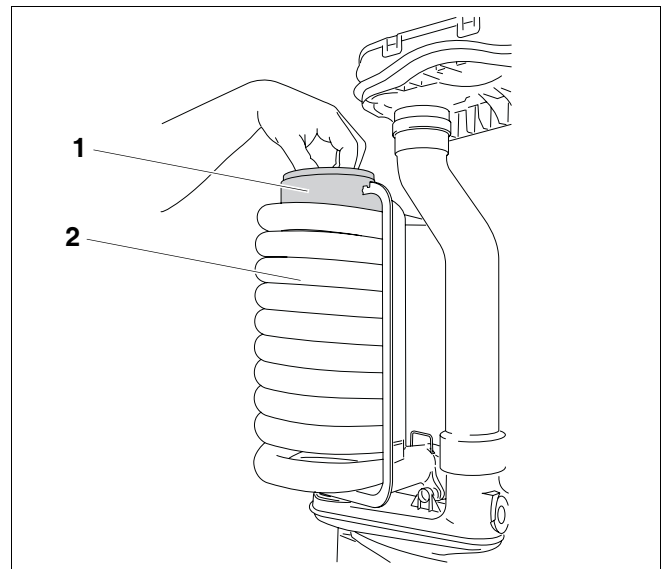

Bild 48 Abgas-Umlenktopf abnehmen
- Abgas-Umlenktopf (→Bild 48, [1]) aus dem Wärmetauscher abziehen.
- Wärmetauscher (→Bild 48, [2]) auf Verschmutzung kontrollieren und gegebenenfalls mit einer Bürste oder Druckluft reinigen.